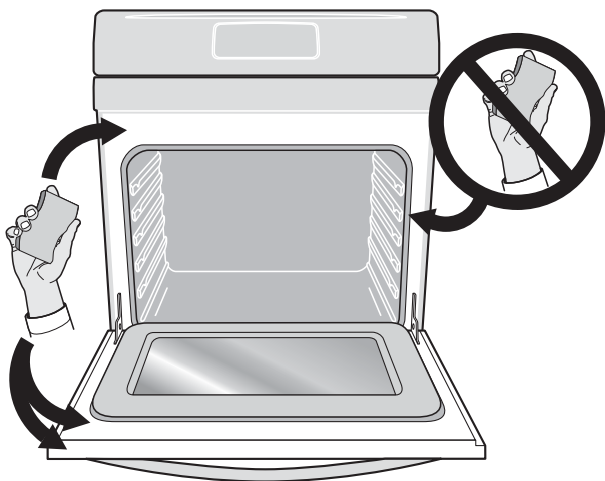

Figure 41 : Nettoyer la partie autour du joint de la porte du four
- N'utilisez pas de produits de nettoyage du commerce ni d'enduit protecteur dans le four ou autour des parties situées à proximité de la cavité du four. Ne nettoyez pas le joint de la porte du four. Prenez soin de ne pas frotter, endommager ou enlever le joint de la porte ou d'utiliser un agent nettoyant pour le nettoyer (voir Figure 41). Vous risqueriez de l'endommager et de diminuer l'efficacité du four.
- À l'aide d'eau et de savon, nettoyez la saleté située sur le cadre de la cuisinière, sur le revêtement de la porte entourant le joint et la petite surface située au centre avant de la sole du four (voir Figure 41). Ces zones chauffent suffisamment pour que la saleté y brûle.